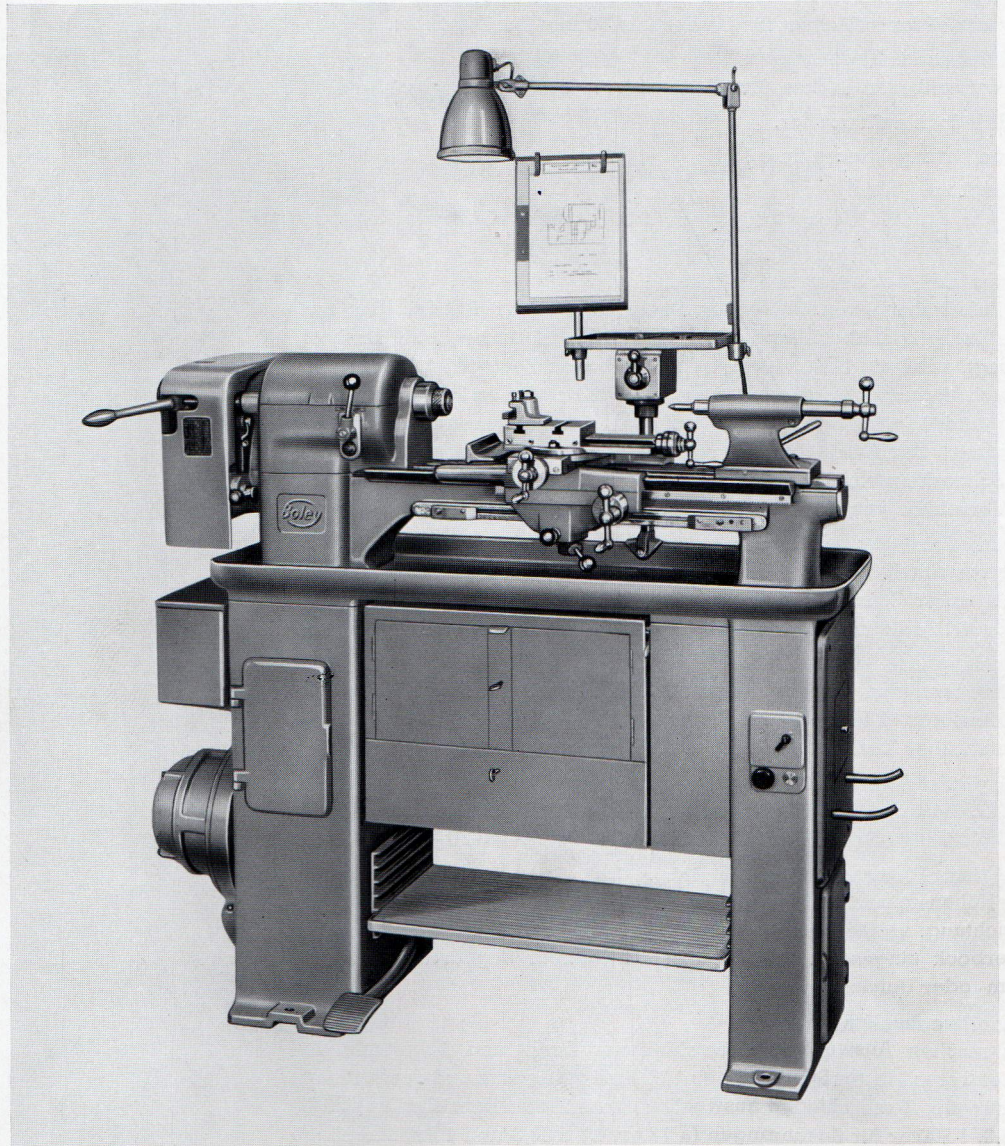

Bild 2. Präzisions-Leitspindeldrehbank 4 L auf Untergestell gL 28,1 für stehende und sitzende Bedienungsweise.
- g 65,1a **Naßdreheinrichtung** (Bild 2) zum Untergestell gL 28,1